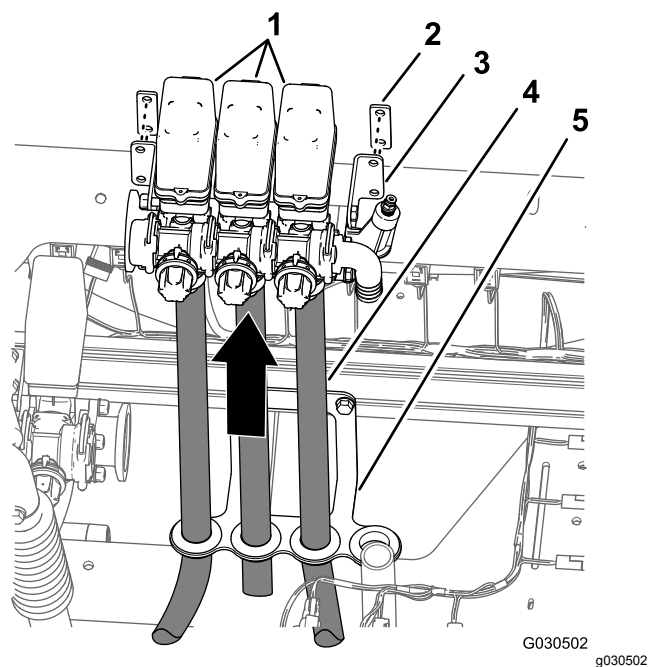

Рисунок 65
- Убедившись, что три шланга стрелы подсоединены к трем клапанам секций стрелы, осторожно поднимите клапаны от оплетки шлангов и снимите клапаны и шланги с машины (Рисунок 65).